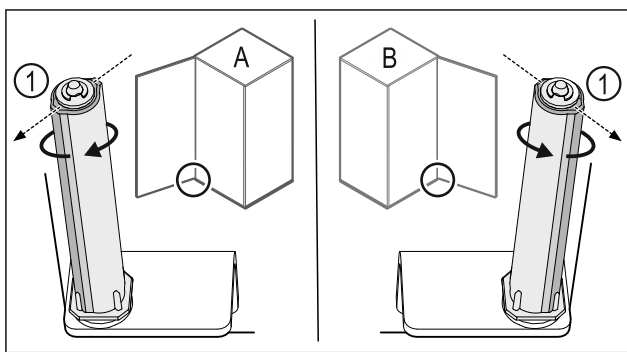

Fig. 49 Feste på venstre side (A) / feste på høyre side (B)
- Drei lukkesystemet mot motstanden til rillen på lukkesystemet Fig. 49 (1) peker utover.